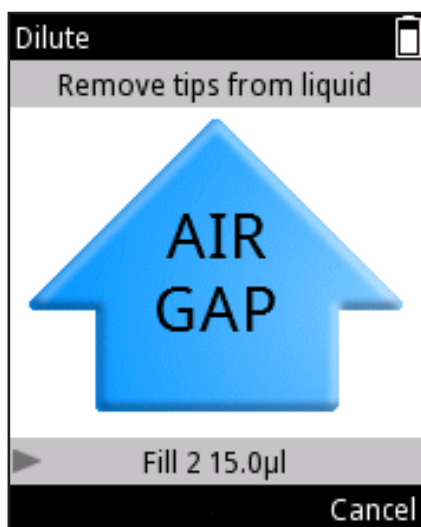

Abb. D26.
4. Nehmen Sie die Spitzen aus der Flüssigkeit. Das Display meldet „Air gap“ (siehe Abb. D26).